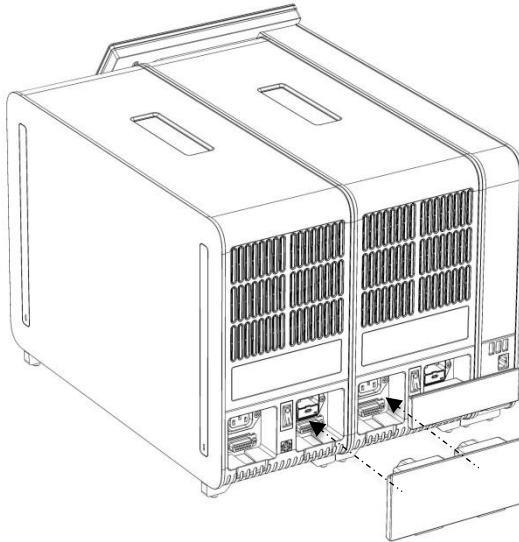

Abbildung 15: Anschließen des Analyse-/Analysemodul-Verbindungsstücks
6. Bringen Sie das Analyse-/Analysemodul-Verbindungsstück an der Rückseite des QIAstat-Dx Analyzer 1.0 an, um die beiden Analysemodule miteinander zu verbinden (Abbildung 15).